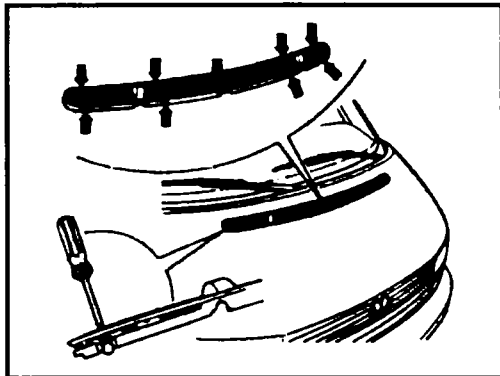

Рис. 10.14 Места крепления решетки капота
- ◆ Отсоедините вентиляционную решетку, места крепления см. по стрелке рис. 10.14. Для этого надо отжать выступы небольшой отверткой.